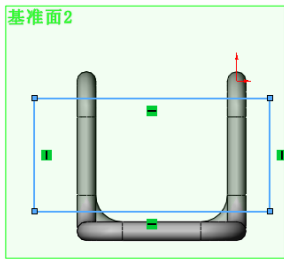
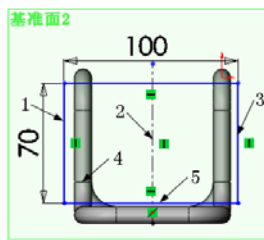

图 7-17 绘制的草图
图 7-18 标注的草图
⑫ 设置基准面。在左侧的“FeatureMannger 设计树”中，用鼠标单击上一步添加的基准面，然后单击“标准视图”工具栏中的“正视于”图标，将该基准面作为绘制图形的基准面。
⑬ 绘制草图。单击“草图”工具栏中的“矩形”图标，绘制一个矩形，然后单击“中心线”图标，绘制通过扫描实体中间的中心线，结果如图7-17所示。
⑭ 标注尺寸。单击“尺寸/几何关系”工具栏中的“智能尺寸”图标，标注图7-17中矩形两条边线的尺寸，结果如图7-18所示。
单击“尺寸/几何关系”工具栏中的“添加几何关系”图标，此时系统弹出“添加几何关系”对话框。依次选择图 7-18 中的直线 1、3 和中心线 2，注意选择的顺序，此时这三条直线出现在“添加几何关系”对话框中，如图 7-19 所示。单击对话框下面的“对称”图标。按照图示进行设置后，单击对话框中的“确定”图标，则图中的直线 1 和 3 关于中心线 2 对称。重复该命令，将图 7-18 中的直线 4 和直线 5 设置为“共线”几何关系，结果如图 7-20 所示。